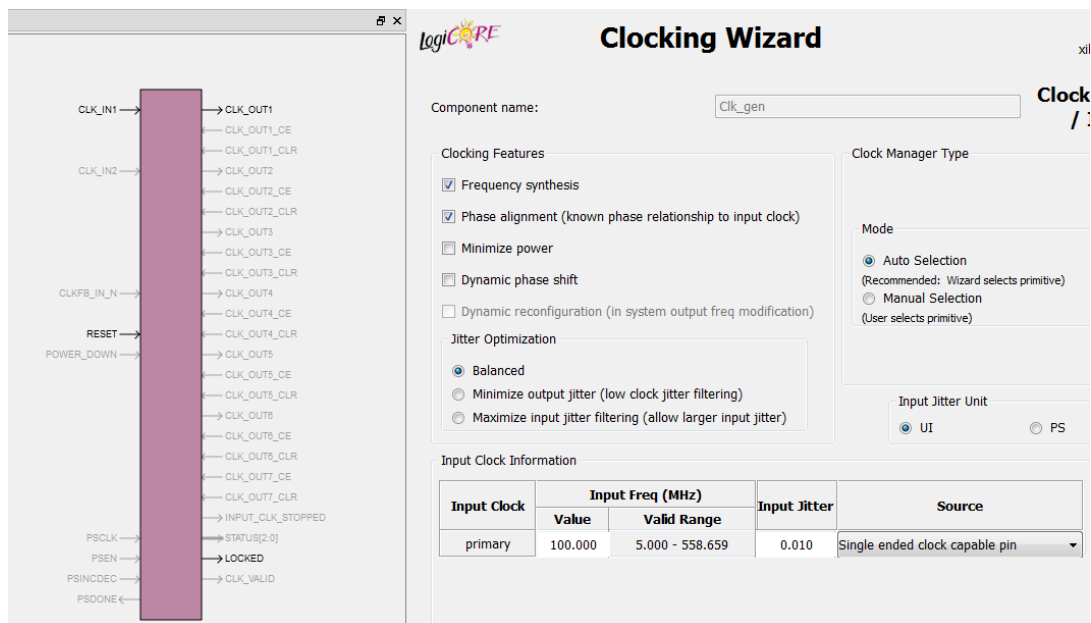

图 10, 100MHz 时钟输入
- 如图 10 和 11 所示，配置 Clocking Wizard 时钟参数。